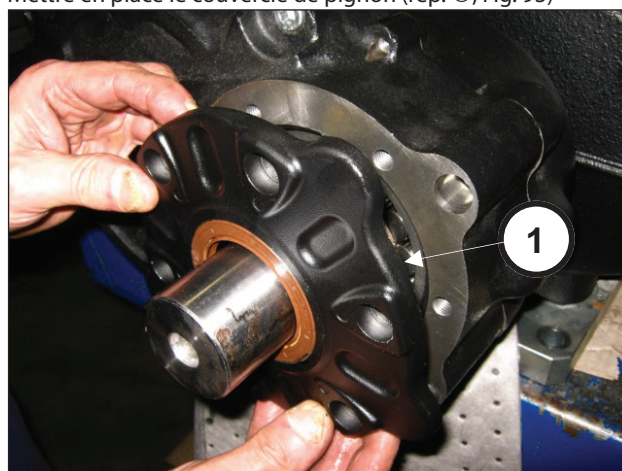

Fig. 93
Mettre en place le couvercle de pignon (rep. ①, Fig. 93)